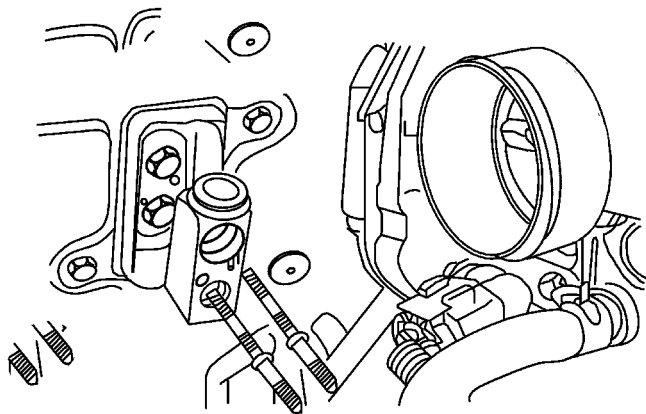

图 5-40 拆卸膨胀阀管板双头螺栓
4) 按照图 5-40 所示，拆卸膨胀阀管板双头螺栓，卸下膨胀阀和 O 形密封圈。